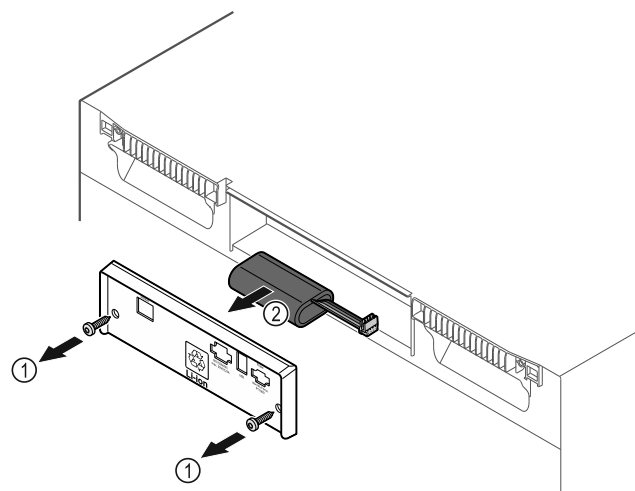

Fig. 235
- ▶ Svitare le viti e rimuovere il coperchio sul retro dell'apparecchiatura Fig. 235 (1).
- ▶ Scollegare e rimuovere la batteria Fig. 235 (2).